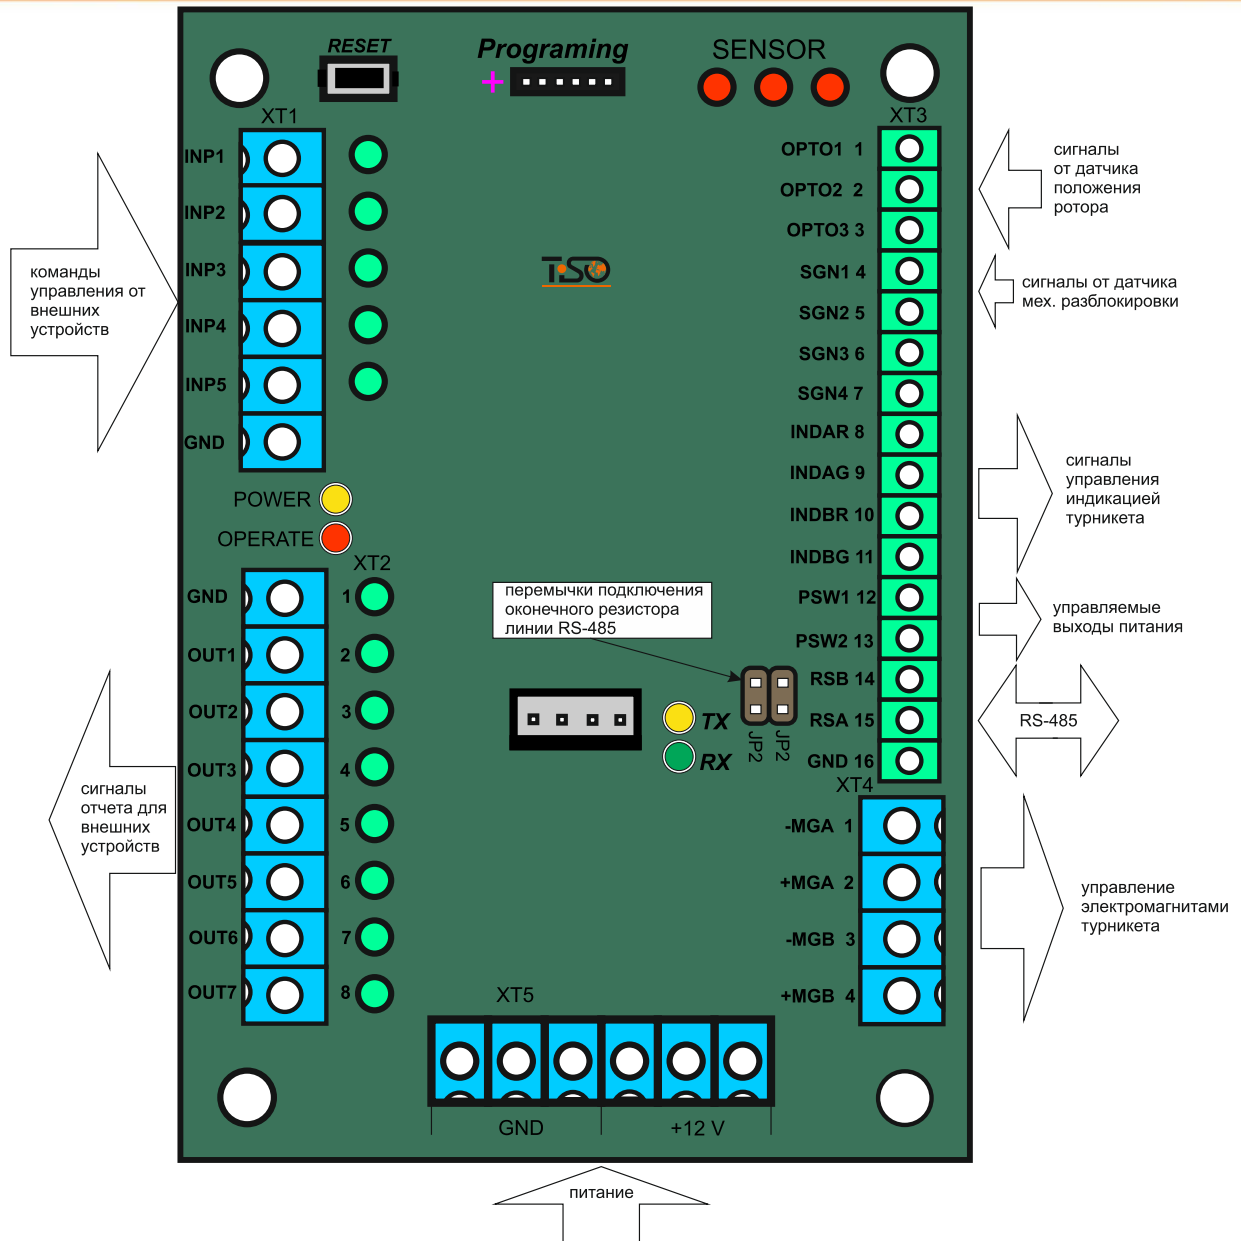

Рис. 7– Внешний вид контроллера PCB.112.21.20.00
1.6.2.1. Контроллер выполнен на плате (104 x 68) мм (см. рисунок 7). Для управления электромагнитами и индикаторами используются полевые транзисторы.